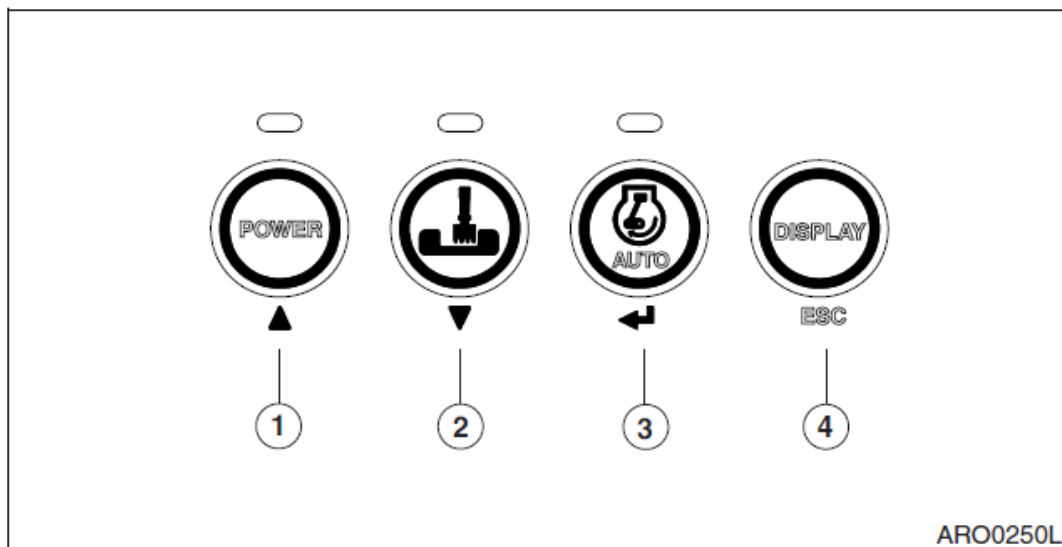

Рис. 68
- Кнопка со стрелкой вверх (▲, 1 на рис. 68): используется для перемещения пункта меню вверх или влево.
- Кнопка со стрелкой вниз (▼, 2 на рис. 68): используется для передвижения пункта меню вниз или вправо.
- Кнопка "Enter" (Ввод) (◀, 3 на рис. 68): используется для установки меню или стирания времени использования фильтра/масла.
- Кнопка "Меню / Выход" (ESC, 4, на рис. 68): используется для доступа к главному меню или возврата к предыдущему экрану из каждого подменю.